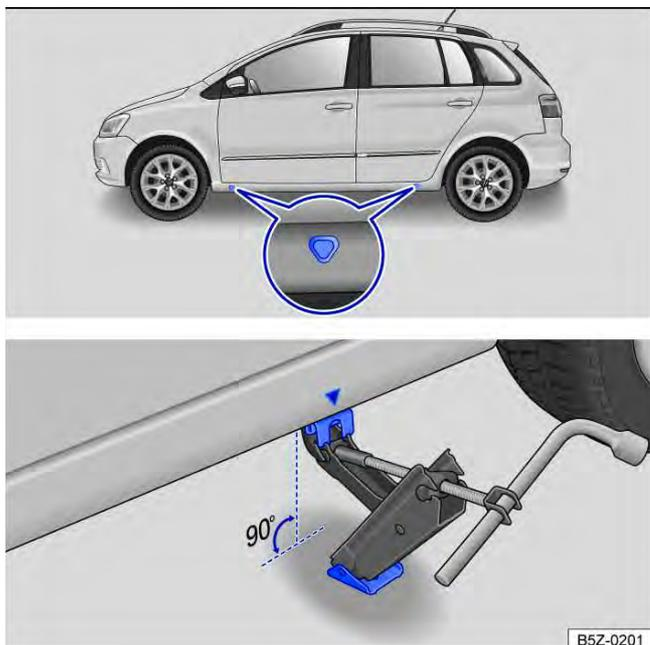

Fig. 180 Pontos de apoio do macaco e macaco posicionado no lado esquerdo traseiro do veículo.
O macaco somente pode ser posicionado nos pontos de apoio indicados (marcação na carroceria) → Fig. 180. É válido o ponto de apoio localizado próximo à roda correspondente → ⚠️.
6. Procurar sob o veículo o ponto de apoio do macaco → Fig. 180 mais próximo da roda a ser trocada.
8. Garantir que a base do macaco, com toda sua superfície, esteja sobre o chão e que a base se encontre perpendicularmente abaixo do ponto de colocação → Fig. 180.
9. Alinhar o macaco e, simultaneamente, levantar a garra do macaco até ela se encaixar na travessa debaixo do veículo → Fig. 180.
- Posicionar o macaco somente nos pontos indicados. A garra do macaco deve se encaixar no perfil da longarina de forma segura → Fig. 180.